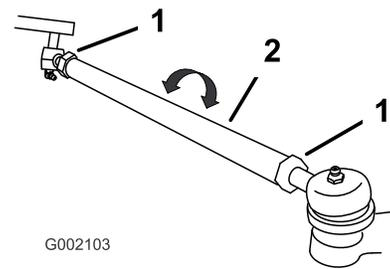

Figura 63
- 7. Si la distancia no es de 0–6 mm, afloje las contratuercas en ambos extremos de las bielas (Figura 63).